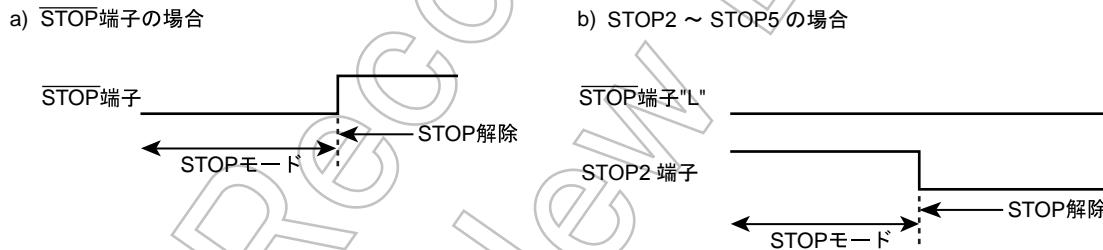

図 12-3 STOP 端子と STOP2～STOP5 端子の優先順位
- 注 6) STOP2～STOP5 入力によって STOP モードを解除する (“L” レベル) 場合は、STOP モード中 STOP 端子を必ず “L” レベルに固定してください。(図 12-3)